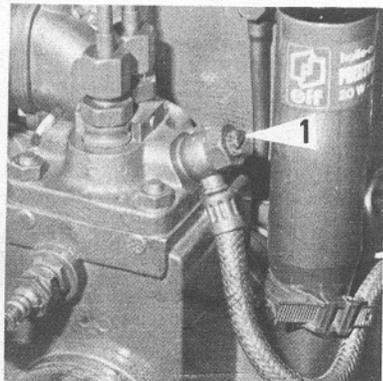

Fig. 14
- Dévisser sur la pompe à injection la vis de purge 1 ( Fig. 14)
- Undo fuel filter bleed screw 1 (Fig. 14) on injection pump